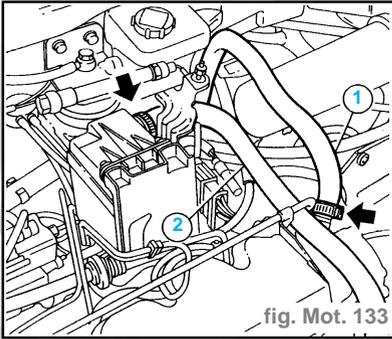

fig. Mot. 133
- Desserrer les colliers indiqués par les flèches et déposer le tuyau de dépression pour servofrein (1) et le tuyau de recyclage des vapeurs d'huile du bloc moteur (blow-by) (2) (fig. Mot. 133).